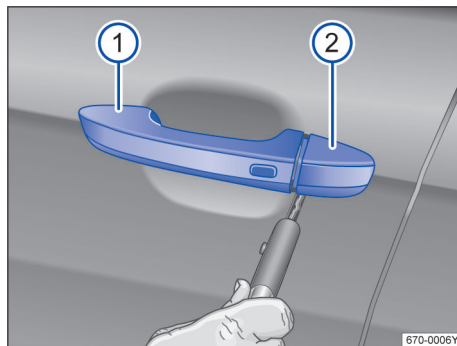

图 51 取下在驾驶员车门内车门锁的盖罩
- 拉起开门把手 ①。
- 将无线遥控钥匙的钥匙头从下面插入盖罩的开口内→图 51②。
- 转动钥匙以便松开盖罩并取下→图 51。